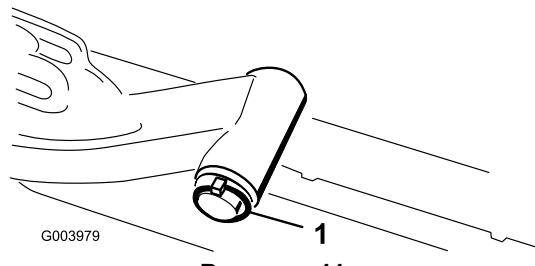

Рисунок 11
- A. Снимите шплинт и шайбу, которые крепят вал оси поворота подъемного рычага к подъемному рычагу, и снимите вал оси поворота с подъемного рычага (Рисунок 11).
- C. Вставьте вал подъемного рычага в подъемный рычаг и зафиксируйте шайбой и шплинтом (Рисунок 11).